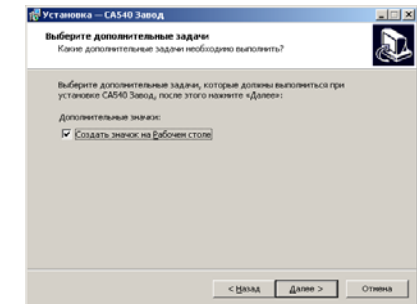

Рисунок 4.4
4) На экране появится окно (рисунок 4.4). Сделать установку, как показано на рисунке, либо отказаться от создания значка на Рабочем столе, затем щелкнуть по кнопке Далее.